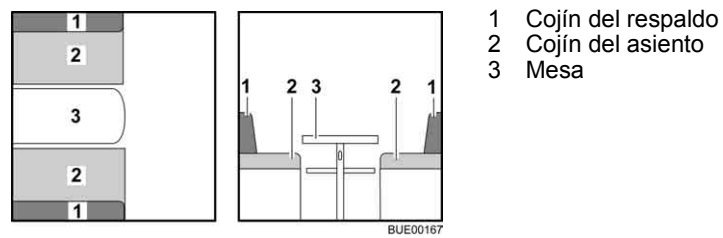

Fig. 84 Antes de la transformación
- Transformar la mesa (Fig. 84,3) en base de cama (véase apartado 6.12).